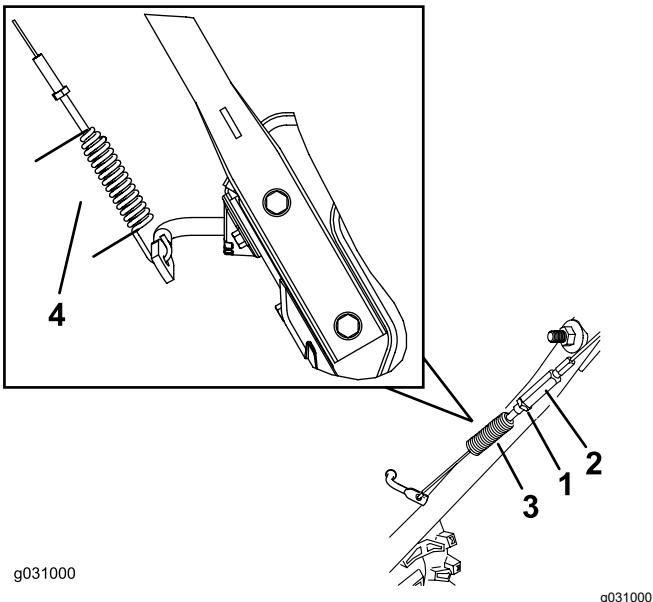

Figure 34
3. Desserrez ou serrez le tendeur pour régler la longueur du ressort à 7 cm (2 $\frac{3}{4}$  po), comme montré à la Figure 34.
4. Serrez l'écrou de blocage (Figure 34) en vérifiant que le câble est légèrement tendu.